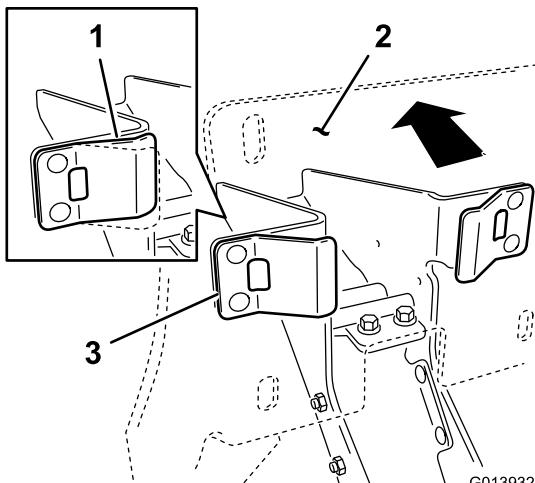

Figura 8
1. Asegurándose de que los topes de plástico están en contacto con las pestañas de los muelles, aplique suficiente presión contra la chapa trasera del soporte para comprimir las pestañas de resorte hasta el punto intermedio (Figura 8).